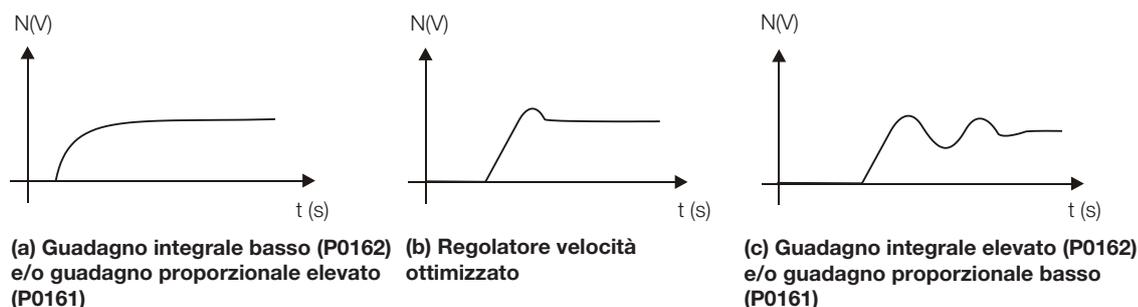

Figura 11.4: (a) a (c) Tipi di risposta dei regolatori di velocità
6. Verificare tra le opzioni della Figura 11.4 quale onda rappresenta meglio il segnale osservato.
7. Impostare P0161 e P0162 in base al tipo di risposta illustrato nella Figura 11.4.